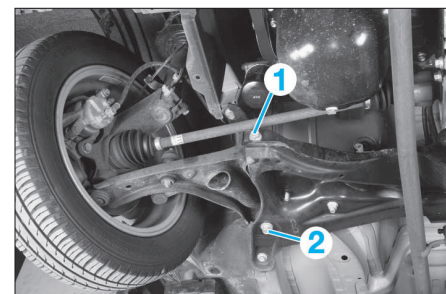

FIG. 13
- Déposer les fixations (1) et (2) (Fig.13) du triangle puis celui-ci.